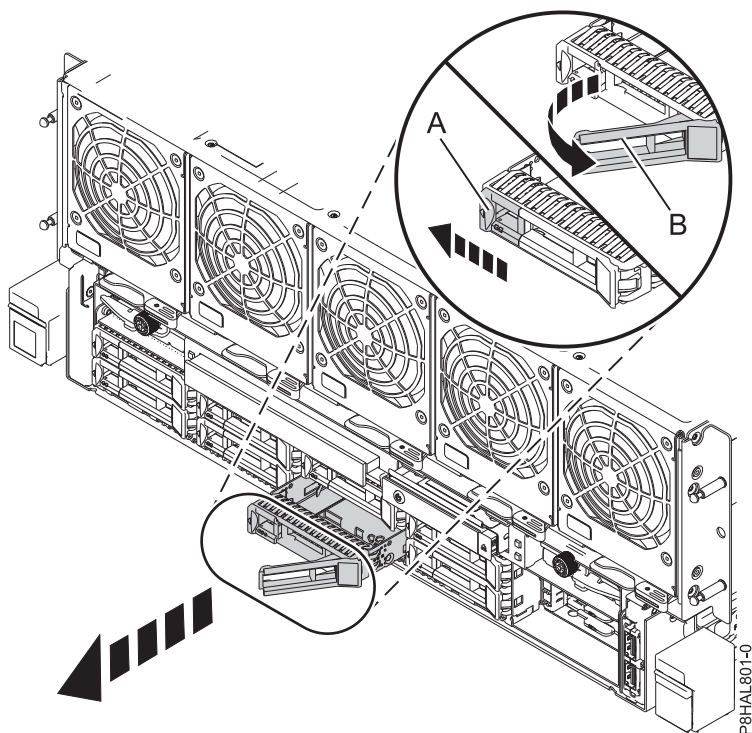

Figura 32. Extracció d'una unitat de disc del sistema 8408-44E o 8408-E8E
- Quan el LED d'identificació parpellegi, desbloquegeu la nansa del compartiment d'unitats (**B**) fent pressió al pestell de la nansa (**A**) i estirant-lo cap a vosaltres, tal com es mostra a Figura 32 a la pàgina 44. Si la nansa encara no ha sortit del tot, la unitat d'estat sòlid no podrà lliscar fora del sistema.